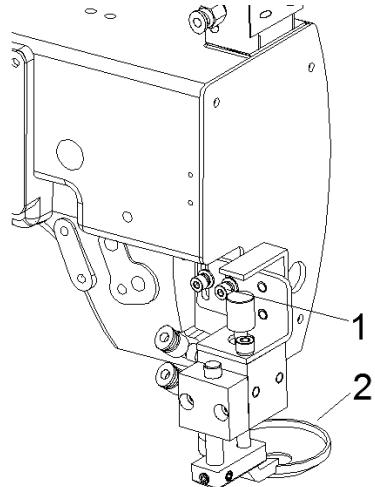

图4-10
- (1)、点击触摸屏上压脚图标 ，让辅助压脚<2>处于压下状态；
- (2)、旋松螺钉<1>（2颗），调整辅助压脚<2>使其底面与针板的距离为3mm（可根据模板与缝料的厚度适当增减），拧紧螺钉<1>。如图4-10所示。